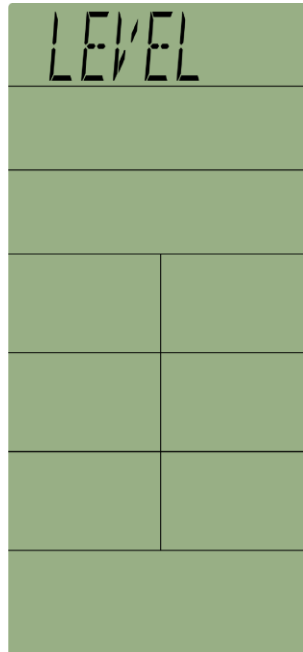
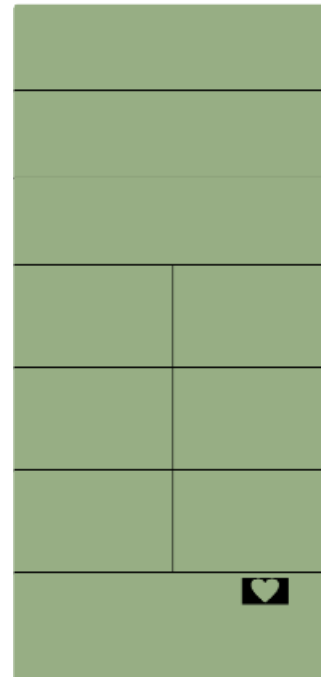

Abb. 2
Abb. 3
2. Auf dem Display erscheinen die Anzeigen für Level (Stufe) bzw. HEARTRATE (Abb.2 / Abb.3) oder ggf. andere Werte.